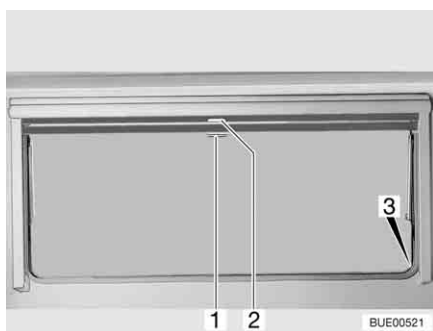

Fig. 49 Finestra apribile
- Tirare verso il basso l'oscurante a rullo accompagnandolo con la maniglia (Fig. 49,2). Quando si chiude completamente l'oscurante a rullo esso va agganciato da entrambi i lati al telaio della finestra nell'apposito elemento di fissaggio (Fig. 49,3).
- Quando l'oscurante a rullo è completamente chiuso: Spingere la maniglia (Fig. 49,2) verso il basso tirandola leggermente verso l'interno. Sganciare l'oscurante a rullo dagli elementi di fissaggio a destra e a sinistra del telaio della finestra.
- Quando l'oscurante a rullo si trova in posizione intermedia: Tirare la maniglia (Fig. 49,2) leggermente verso il basso finché l'elemento di fissaggio non si è sganciato.
- Tirare la maniglia (Fig. 49,1) della zanzariera a rullo verso il basso e agganciarla all'elemento di fissaggio (Fig. 49,3) su entrambi i lati del telaio della finestra.
- Spingere la maniglia (Fig. 49,1) verso il basso tirandola leggermente verso l'interno. Sganciare la zanzariera a rullo dagli elementi di fissaggio a destra e a sinistra del telaio della finestra.